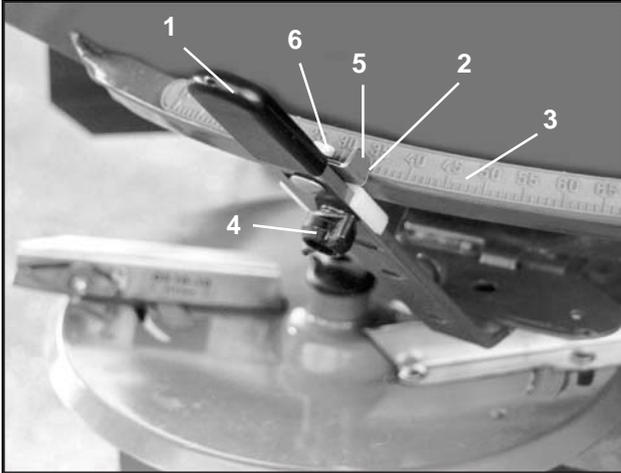

Fig. 9.4
- Desserrez la fixation de l'index (fig. 9.4/6).
- Placez l'arrête de lecture (fig. 9.4/2) de l'index sur la graduation "8" de l'échelle et bloquez l'index (fig. 9.4/5) dans cette position.
- Desserrez les vis à ailettes (fig. 9.4/4) des leviers de réglage (fig. 9.4/1 et 9.5/1) et ouvrez les trappes à fond.